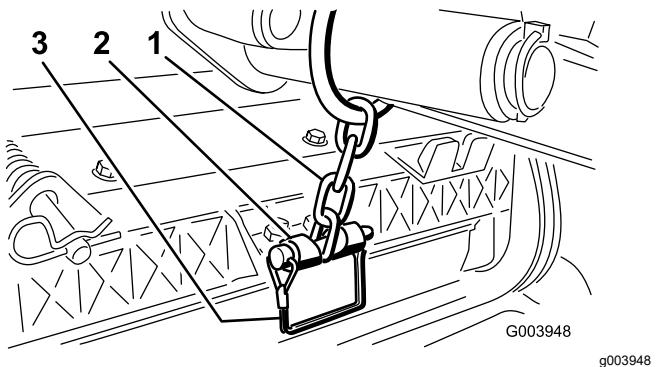

**Bild 18**
- A. Nehmen Sie den Klappstecker und die Scheibe ab, mit denen der Gelenkschaft des Hubarms am Hubarm befestigt ist. Schieben Sie die Gelenkwelle des Hubarms aus dem Hubarm (**Bild 18**).
- C. Setzen Sie den Hubarmschaft in den Hubarm ein und befestigen Sie ihn mit der Scheibe und dem Klappstecker (**Bild 18**).